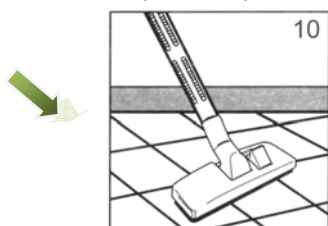

Рис. 10
- 2) При выдвинутом ворсе используется для уборки гладких поверхностей: пол, стены, потолок и т.п. (Рис. 10)